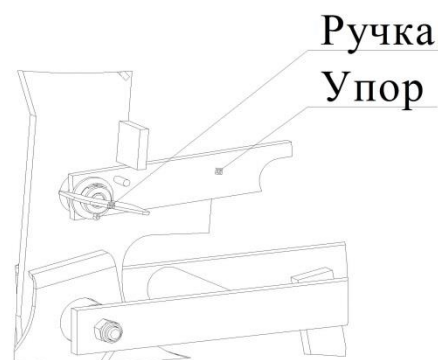

Рис. 9. Механизм фиксации секции в «рабочем» положении
1. Поверните ручку механизма фиксации (Рис. 9) по часовой стрелке до упора (до щелчка).